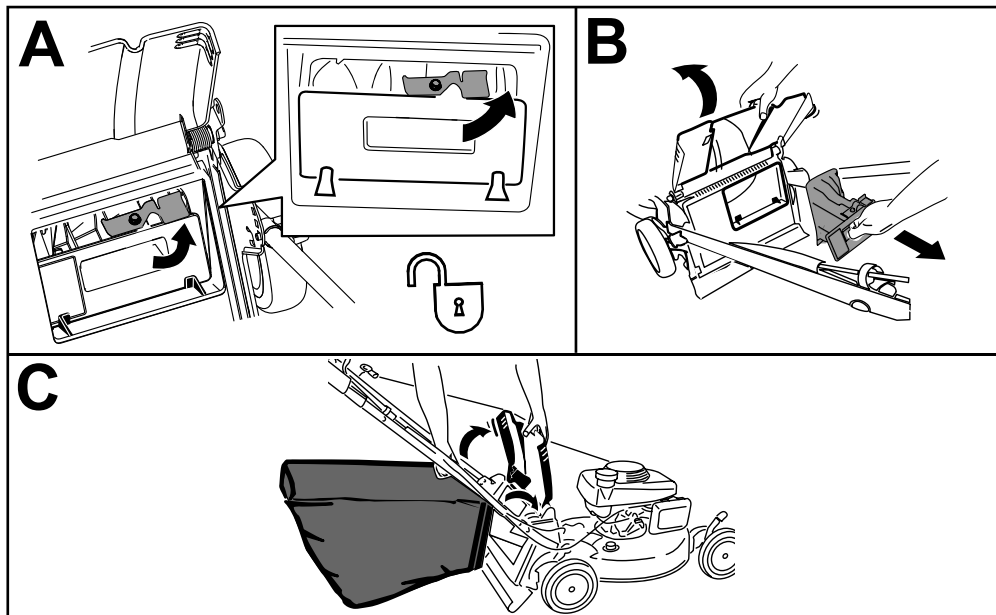

Figure 17
Remarque: Pour déverrouiller l'obturateur arrière, tournez le levier vers la droite (Figure 17).
1. Soulevez le déflecteur arrière et maintenez-le dans cette position puis déverrouillez l'obturateur arrière (encadré A de la Figure 17).
2. Retirez l'obturateur arrière (encadré B de la Figure 17).
3. Accrochez le bord supérieur avant du bac aux ergots sur les crans des supports de poignée (encadré C de la Figure 17).